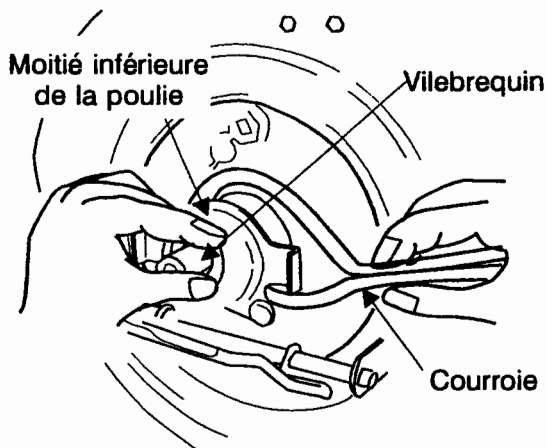

Figure 24
14. Soulevez la poulie inférieure et dégagez la courroie usagée du vilebrequin. Voir la figure 24.